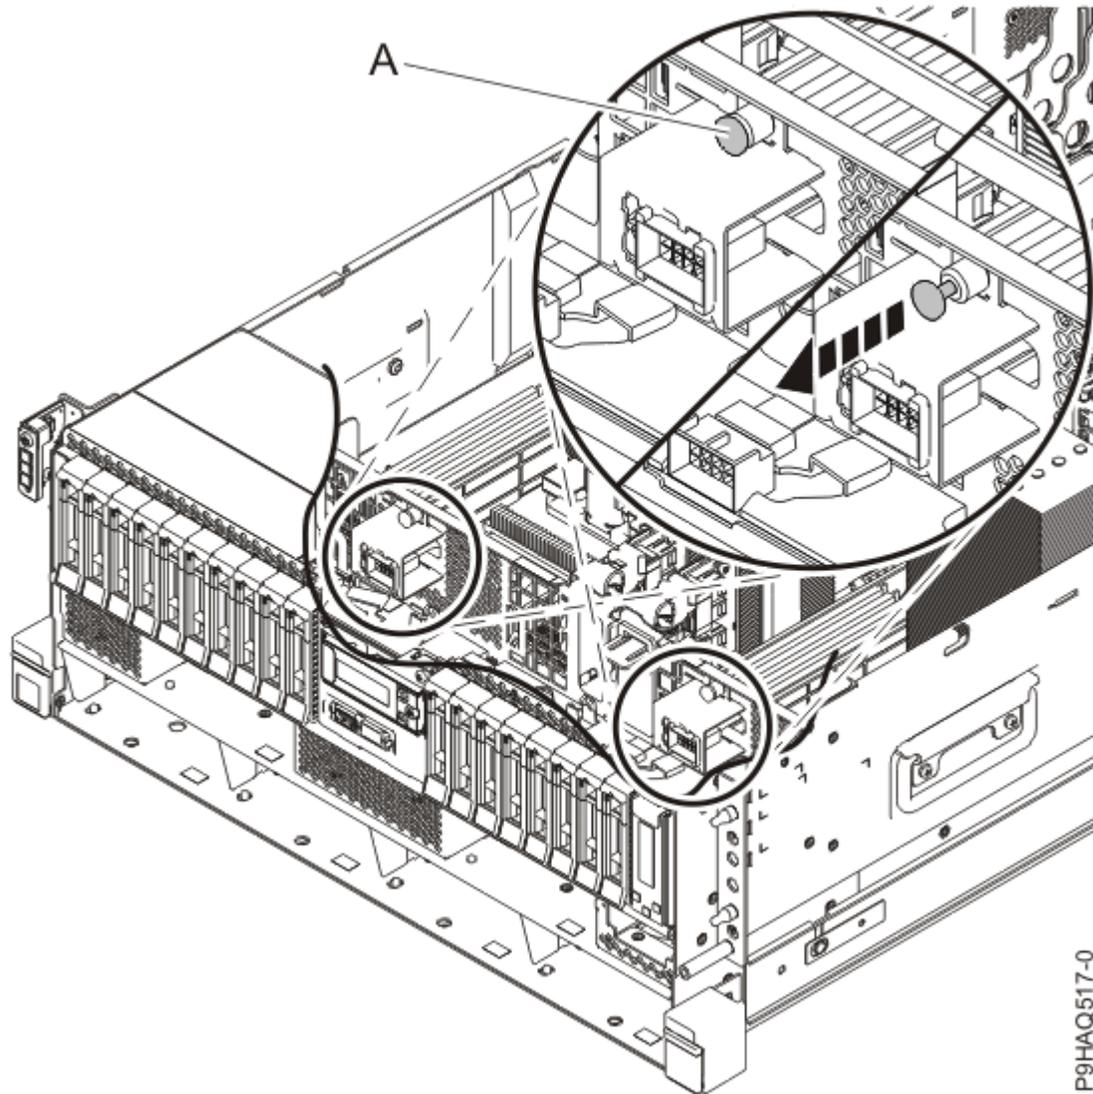
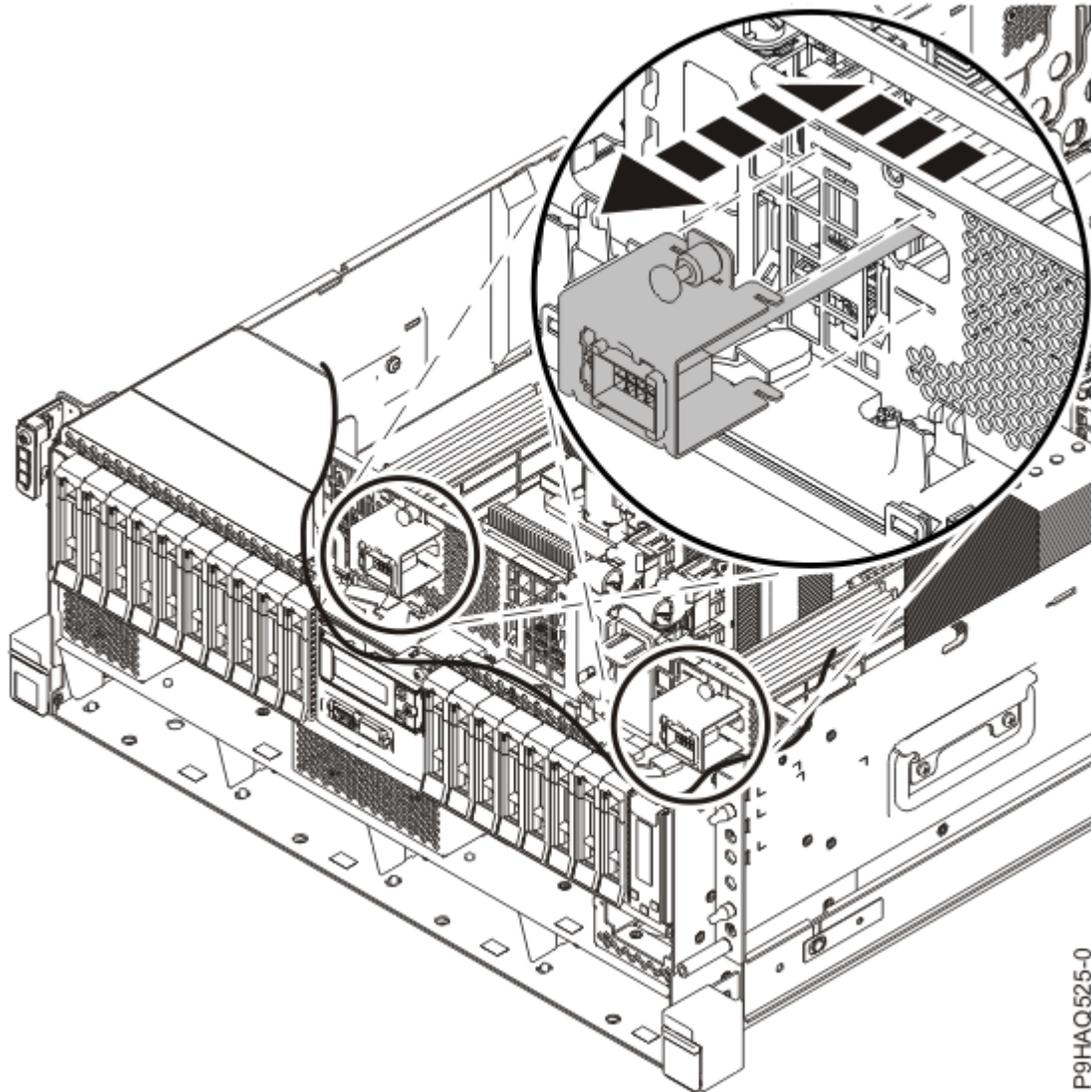

Figura 26. Libertar o encaixe da ventoinha da divisória
Figura 27. Remover o encaixe da ventoinha da divisória
6. Desaperte o encaixe da ventoinha da divisória, conforme demonstrado em Figura 26 na página 32 e Figura 27 na página 33.